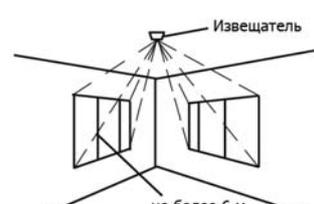

Рис.4. Установка извещателя на потолке для охраны остекленных поверхностей на соседних стенах
5. Переведите «RGD» в режим тестирования радиоканала (см. раздел 6). По работе светового индикатора (5) (раздел 7, рис.4) убедитесь, что в месте предполагаемой установки «RGD» происходит уверенный обмен посылками (допускается отсутствие 2-3 ответов на 10 отправленных посылок).